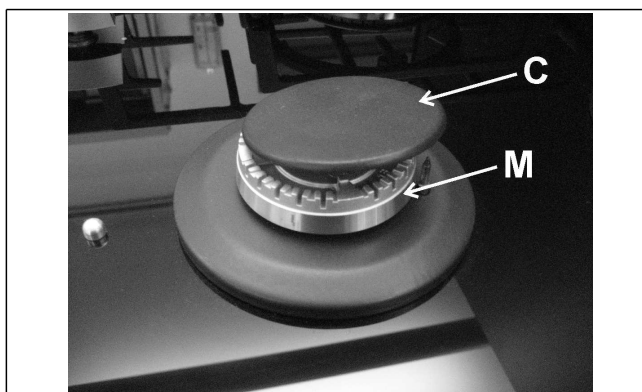

FIG. 6
Para manter a superfície da mesa brilhante, é muito importante que seja lavado periodicamente com água morna e sabão, bem enxaguado e seco. Da mesma maneira devem ser lavadas as grelhas esmaltadas, as tampas esmaltadas "C" e cabeças dos queimadores "M" (veja fig. 6).
- *antes de colocar as cabeças dos queimadores "M" (fig. 6), é indispensável verificar se os furos estão desentupidos.*
- *Verifique se a tampa esmaltada "C" (fig. 6) está posicionada correctamente na cabeça do queimador. Para ter certeza desta condição a tampa posicionada sobre a cabeça do queimador deve estar perfeitamente estável.*